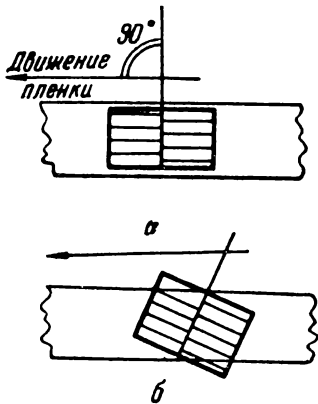

Рис. 4. Правильное (а) и неправильное (б) положение рабочей щели
3. Чрезвычайно важно, чтобы положение ребер рабочей щели головки было строго перпендикулярно направлению движения пленки. Если это не соблюдается, то частотная характеристика головки приобретает крутой спад на высоких частотах. На рис. 4 показано правильное и неправильное положение рабочей щели головки. Регулирование положения рабочей щели по отношению к направлению движения пленки называется азимутальным регулированием, или установкой азимута.